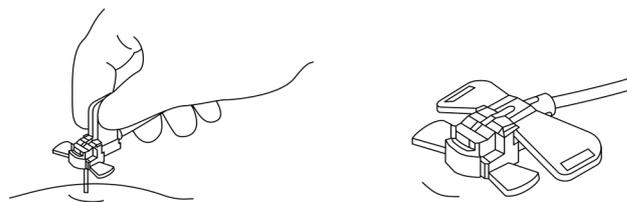

図1
- c) セプタムに対して垂直に本品を穿刺する(図1)。その際、ニードルをゆっくりと進めること。